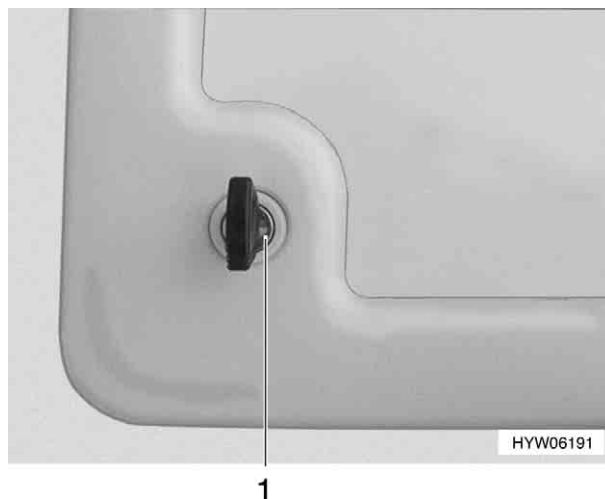

Fig. 17 Serratura dello sportello
- Inserire la chiave nel cilindro (Fig. 17,1) della serratura a pressione e girare in senso antiorario di un quarto di giro.
- Inserire la chiave nel cilindro della serratura (Fig. 17,1) e girare in senso orario di un quarto di giro.